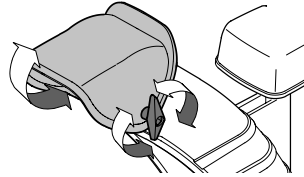

Figura 43
1. Afloje la tuerca de mariposa que está del lado izquierdo del conjunto del canal superior (Figura 43).